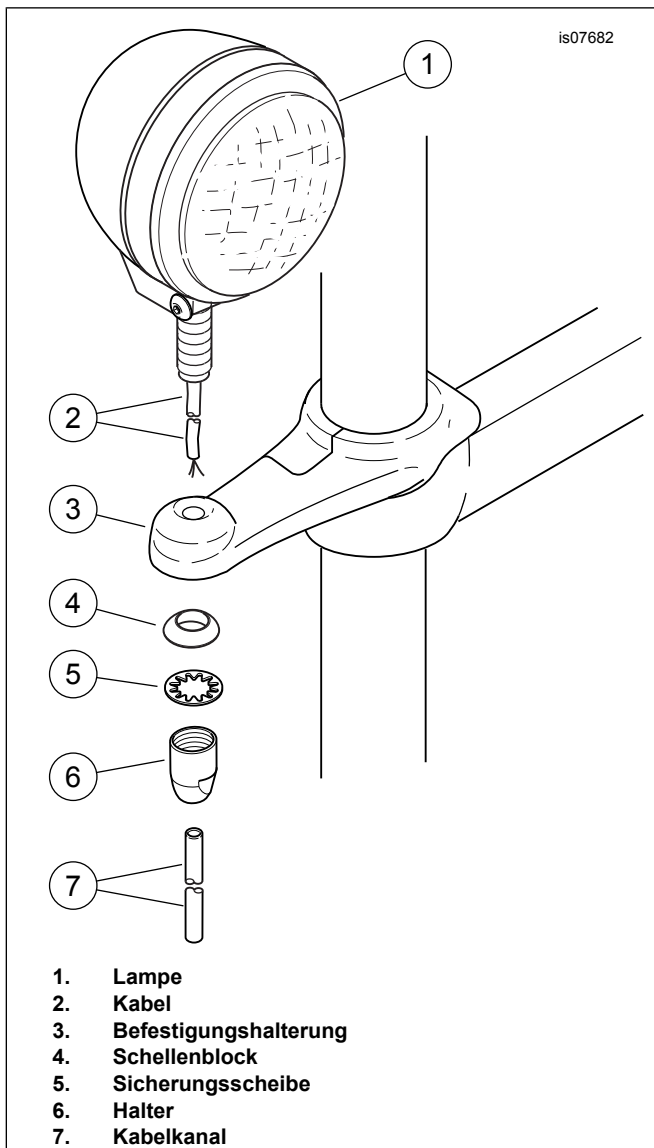

Abbildung 2. Leuchte einbauen (rechte Seite dargestellt)
2. Siehe Abbildung 2. Das Kabel (2) der **blauen** Leuchte (1) durch die Befestigungshalterung (3) verlegen. Die Leuchte mit einem Schellenblock (4), einer Sicherungsscheibe (5) und einer Halterung (6) befestigen. Die Halterung auf ein Drehmoment von 22–24 N·m (16–18 ft-lbs) anziehen.
3. Den Kabelkanal (7) über das Leuchtenkabel schieben.